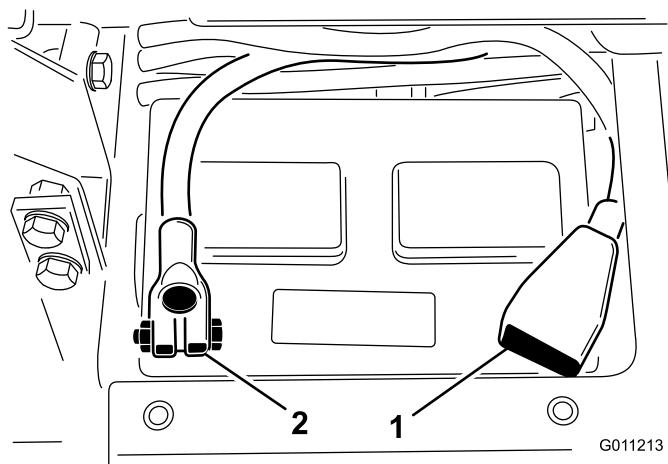

图 5
5. 将正极电缆红色安装到电池正极 (+) 端子并用 T 型螺栓和螺母固定 图 5。
6. 将负极电缆黑色安装到电池负极 (-) 端子并用 T 形螺栓和螺母固定 图 5。